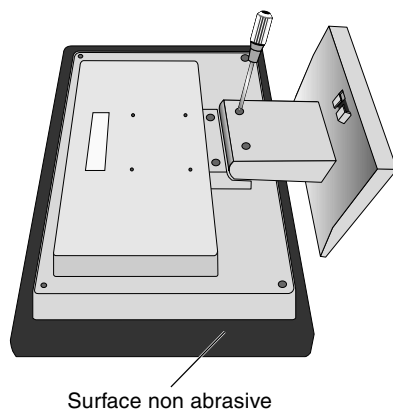

Figure R.1
2. Placez le moniteur face vers le bas sur une surface non abrasive (**Figure R.1**).
3. Retirez les deux vis fixant le moniteur au support et soulevez le support (**Figure R.1**).
1. Placez le moniteur face vers le bas sur une surface non abrasive (**Figure R.1**).